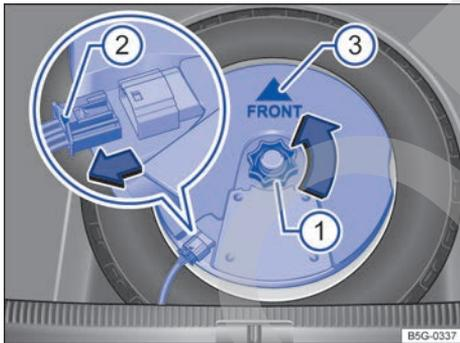

Fig. 148 En el maletero: desmontar el subwoofer (variante 2).
- Desenrosque la ruedecilla → fig. 148 (1) en el sentido de la flecha.
- Para desbloquear el conector, presione el bloqueo que hay en el extremo del conector (2).
- Coloque el subwoofer en la base de la llanta con cuidado. Al hacerlo, la punta de la flecha "FRONT" → fig. 148 (3) que hay en el subwoofer deberá señalar hacia delante.
- Acople el conector hasta que el bloqueo (2) encastre de forma audible.
- Enrosque la ruedecilla (1) en el tornillo prisionero en el sentido contrario al de la flecha hasta que el subwoofer quede bien fijado.